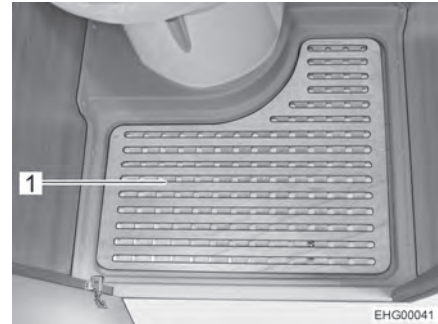

Bild 116 Herausnehmbare Bodenplatte
- Herausnehmbare Bodenplatte (Bild 116,1) zum Duschen entfernen.